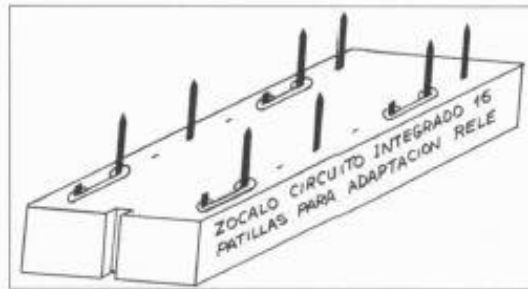

Figura 4
B) Un zócalo de circuito integrado de 16 patillas nos servirá como adaptador del nuevo relé G6A 234P 12v DC, para lo cual (observando la figura 4) adaptaremos dicho zócalo a la realidad del dibujo, eliminando las patillas 3, 5, 12, 14 y haciendo unos puentes de hilo desnudo y muy fino (0,1 ó 0,2 mm) uniendo las patillas 1-2, 6-7, 10-11 y 15-16.